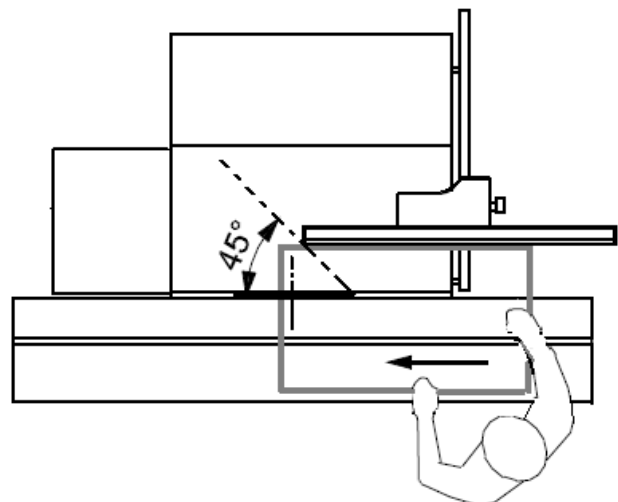

Fig 23.2
-Pour les coupes parallèles avec le guide de scie, régler ce dernier de façon à ce que le rail fixe et la lame se superposent sous un angle d'environ 45°. Ceci évite que des pièces se coincent entre la lame et le rail fixe (voir Fig 23.2).